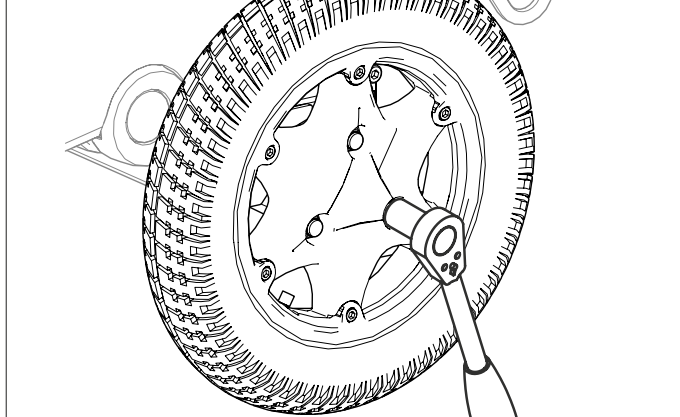

Fig. 8.7
- Den Reifen und den Schlauch von der äußeren Felge abheben, (Fig. 8.7).